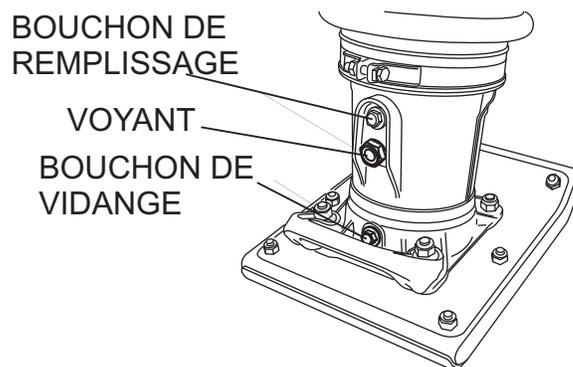

Figure 13. Bouchon de vidange d'huile
- Retirez le bouchon de vidange sur le logement du pied (figure 13) et vidangez l'huile. Remplissez avec environ 1,7 pt. (800 cc.) d'huile moteur de grade 10W-30 SE, SF ou supérieure. L'huile doit être à mi-chemin dans la jauge visuelle. L'huile initiale doit être changée après les 50 premières heures.